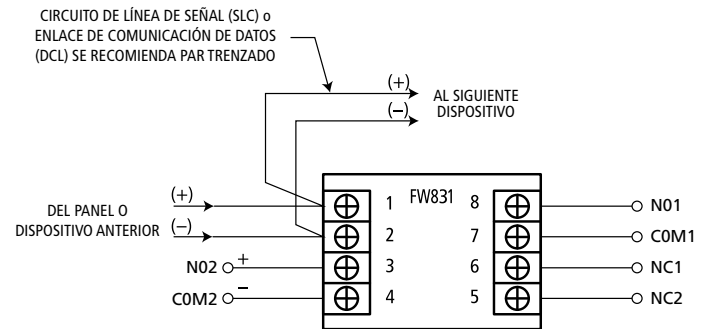

Figura 2 - Diagrama de Cableado
2. Conecte los cables, véase la figura 2. Los terminales 1 y 2 son sensibles a la polaridad. Todos los circuitos son de potencia limitada. Se necesita una fuente de alimentación externa ya que las salidas de relé son contactos secos. La fuente de alimentación externa debe ser UL 864 Listed con Clase 2, salida de potencia limitada.